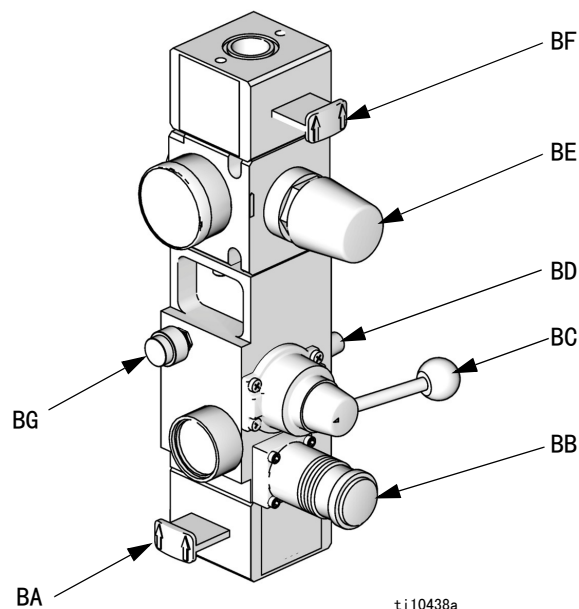

图 4 集成空气控制装置
| J 集成空气控制装置（参见图 4） | |
- 集成空气控制装置 (J)。请参见图 4。
- 气动马达电磁阀 (AD)。在运行模式、再循环模式或填料模式中开启所选柱塞后，电磁阀接通。当系统关闭或在减压模式，或泵在不活动的待机模式中，电磁阀关闭。电磁阀 LED 指示灯将在电磁阀接通时亮起。